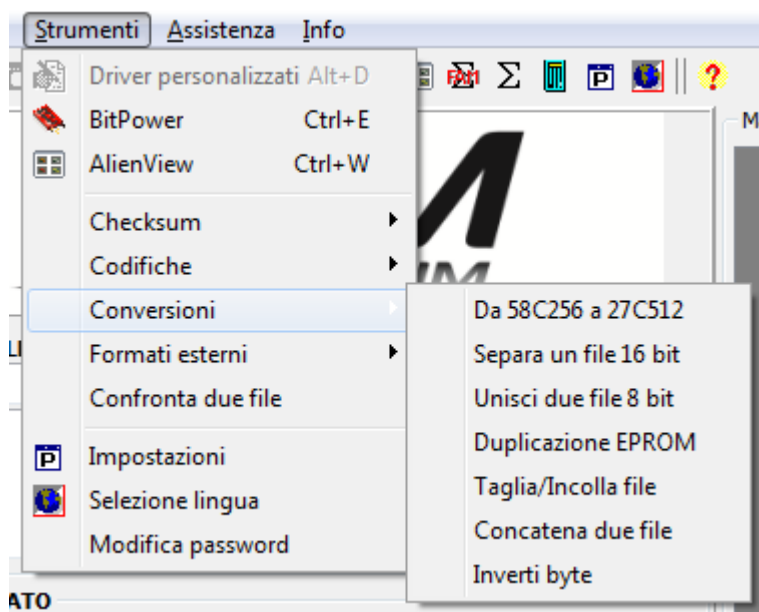

Figura 36: Elenco *Conversioni* disponibili.
1. Dalla finestra principale del programma, selezionare la voce *Strumenti* e successivamente *Conversioni* (Figura 36).